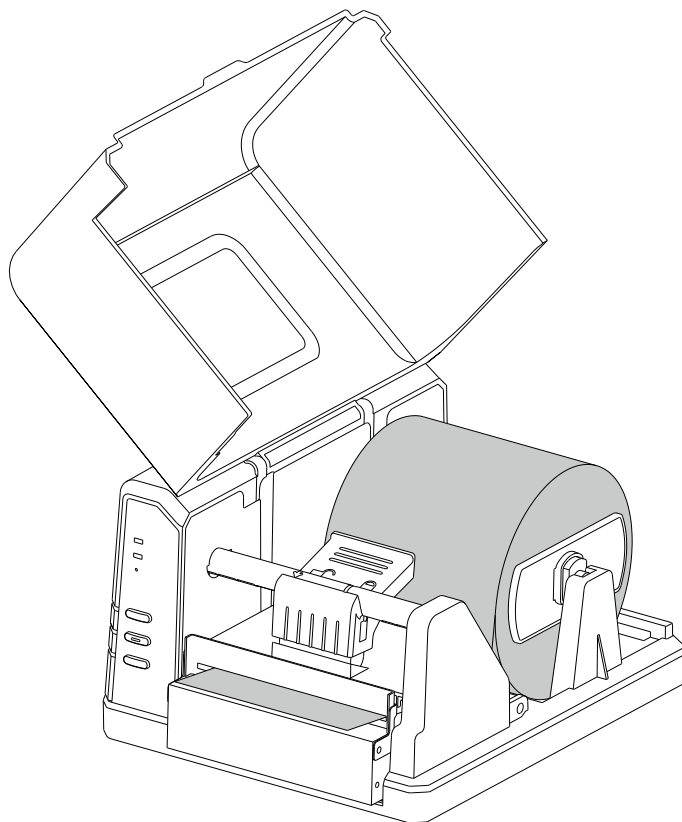

图 2-24
3. 关闭打印机电源，参考标准模式下的纸卷安装步骤，安装好纸卷，标签纸需从切刀穿出，如图 2-24 所示。